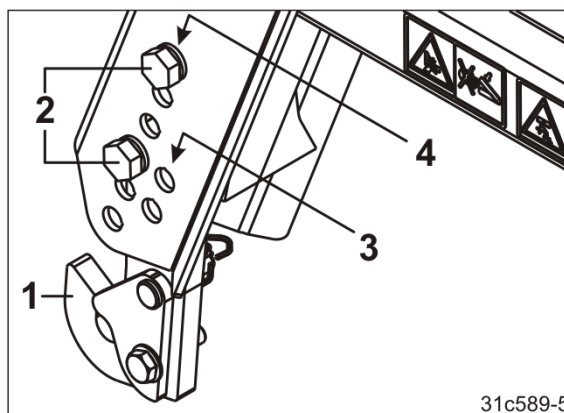

Рис. 93
1. Закрепите каждый захватный крюк (Рис. 93/1) на подъемной раме двумя болтами (Рис. 93/2).
- группа отверстий (Рис. 93/3) для катков небольшого диаметра;
- группа отверстий (Рис. 93/4) для катков большого диаметра.